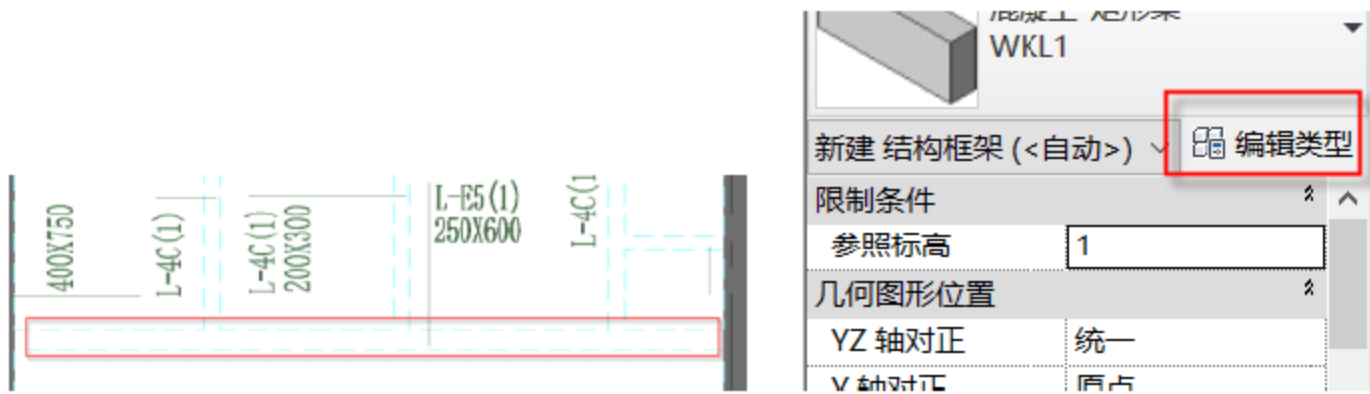
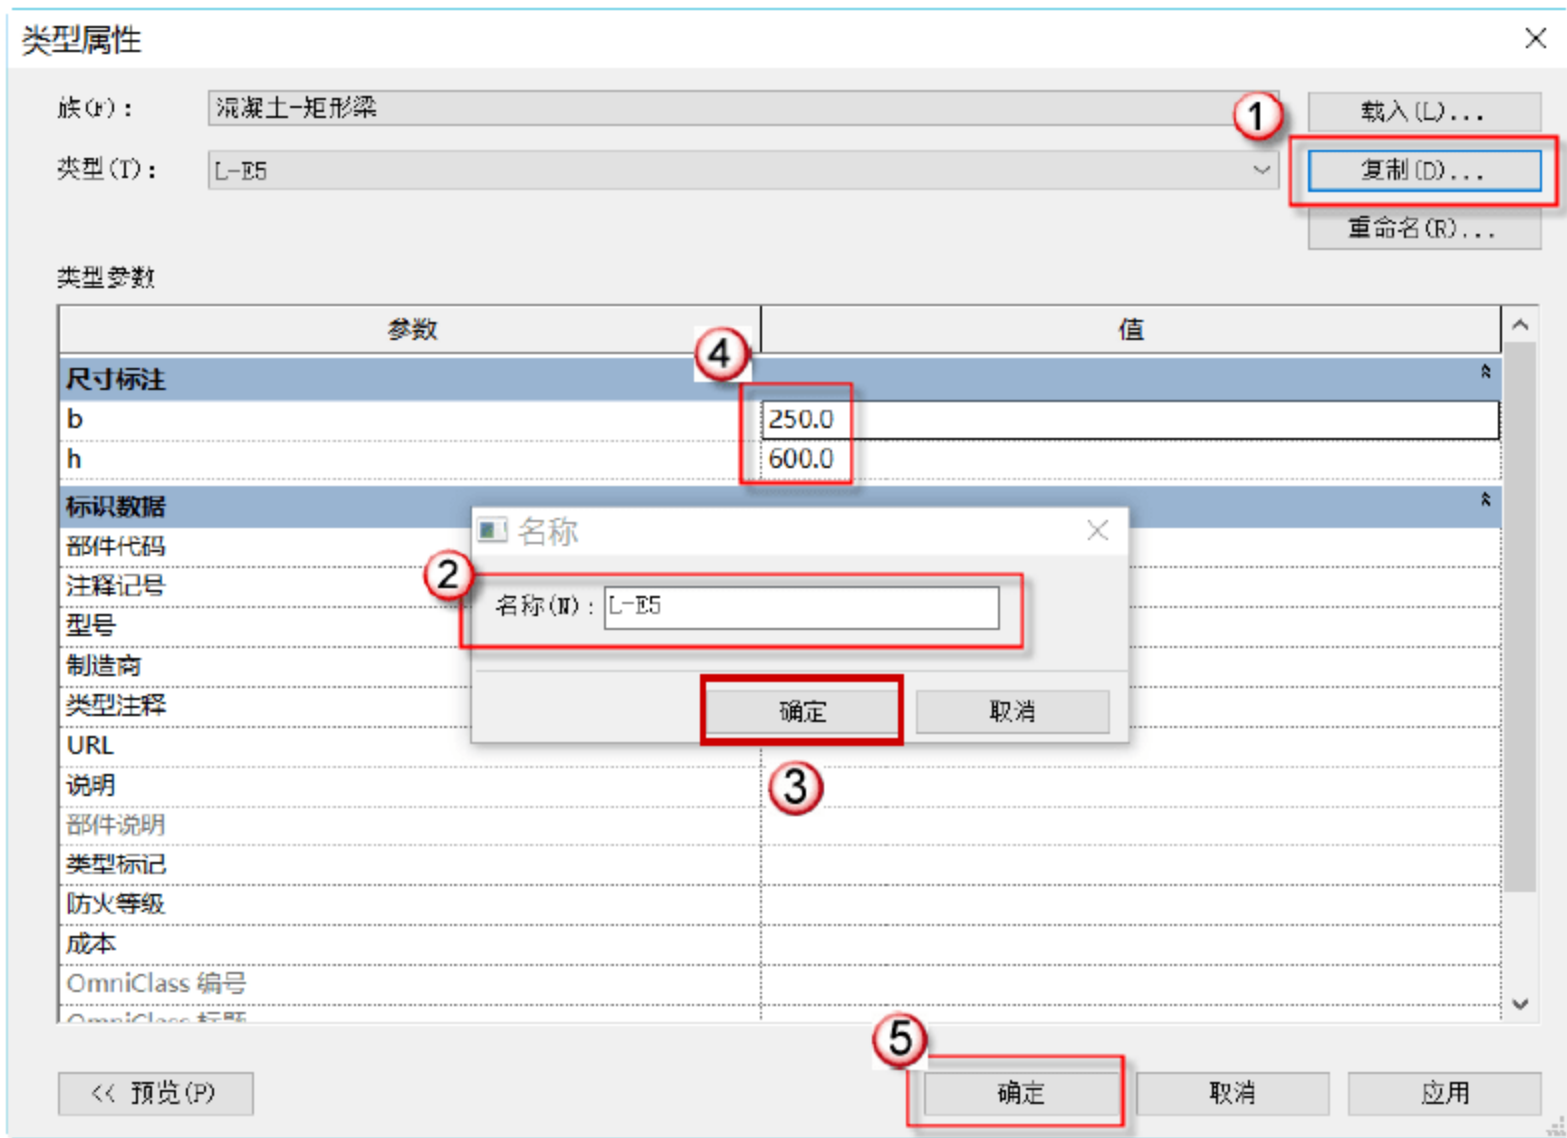

图 5.1.21 确定梁尺寸
图 5.1.22 编辑梁的属性
(3) 新建屋次梁 L-E5。由 DWG 图可得，屋次梁 L-E5 的长宽为  $250 \times 600$ ，如图 5.1.21 所示。选择“结构”→“梁”→“编辑类型”命令，在弹出的“类型属性”对话框中，单击“复制”按钮，在弹出的对话框中输入“L-E5”，单击“确定”按钮。在“尺寸标注”栏中输入 L-E5 的长宽 (b、h)，并单击“确定”按钮，如图 5.1.22 所示。